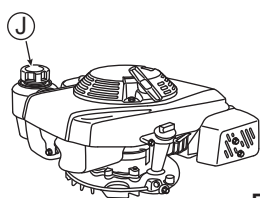

Fig. 8
1. Ouvrez le bouchon du réservoir à carburant (J) et ajoutez le carburant. Essuyez immédiatement avec un chiffon si de l'essence a coulé. (Voir Fig. 8)
2. Refermez bien le bouchon du réservoir à carburant (J) après ravitaillement.